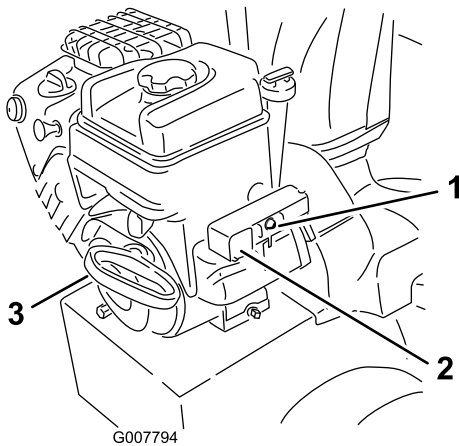

Figure 24
- Démarrez la déneigeuse en tirant sur le lanceur ou en appuyant sur le bouton du démarreur électrique (Figure 24).